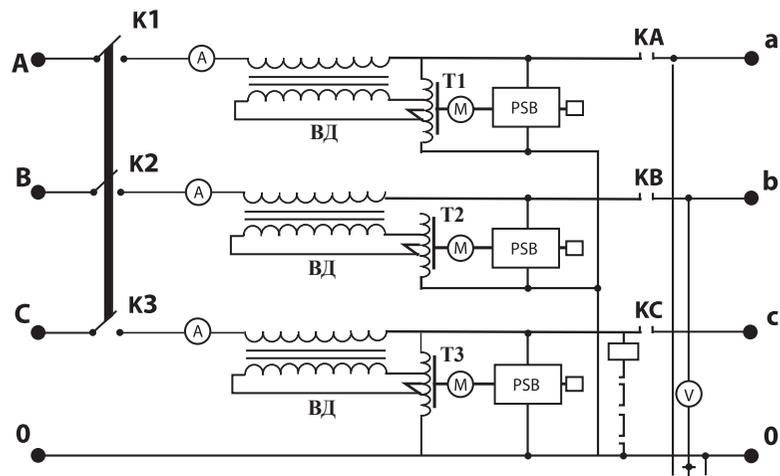

рис.3
6.1.4 Схема устройства стабилизатора напряжения для моделей АСН - 15000/3 м и АСН - 20000/3 м представлена на рис.3: